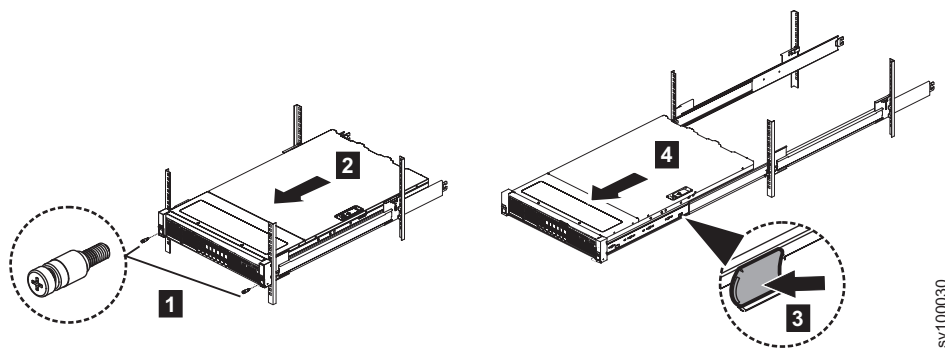

Figura 3. Deslizando o nó para fora do rack e removendo os parafusos frontais
2. Opcional: Remova os parafusos frontais e deslize o nó para fora do rack, conforme mostrado em Figura 3.